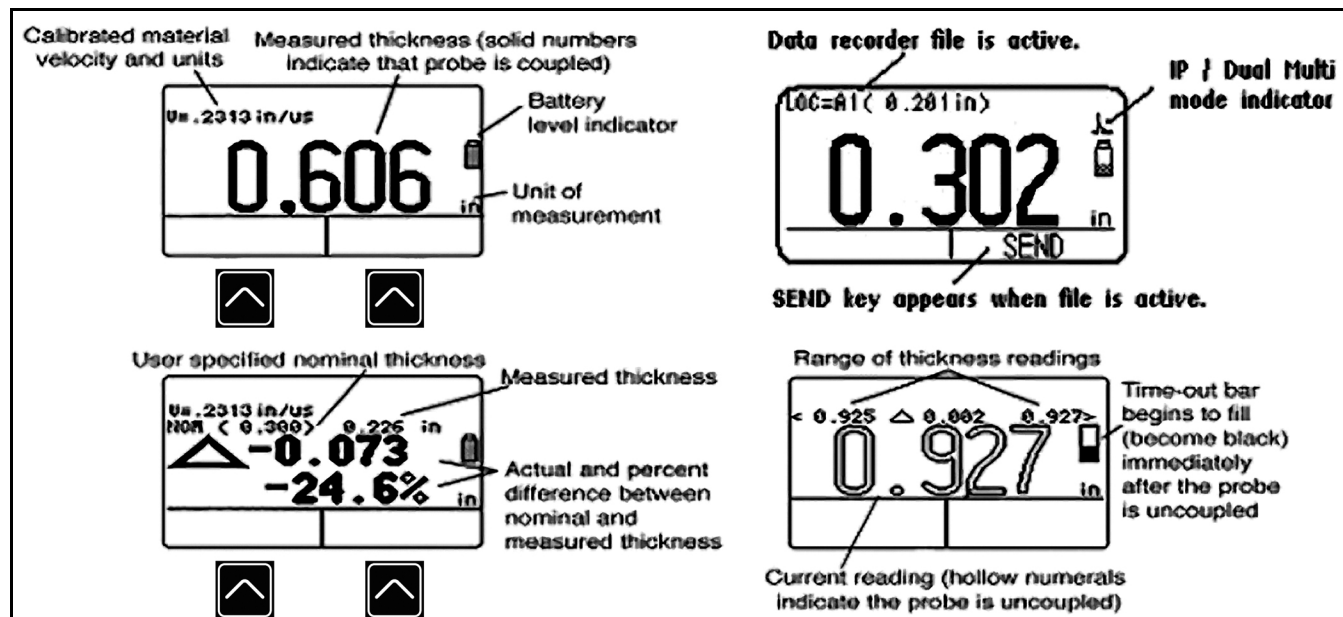

Figure 3 : Mode d'affichage des valeurs mesurées
- **Mode d'affichage des valeurs mesurées** – indique l'épaisseur mesurée, contient les icônes d'état, affiche l'emplacement et le nom du fichier enregistré (lorsque l'option Data Recorder est installée et activée). La *Figure 3 à la page 10* affiche quatre écrans d'affichage représentatifs. L'apparence de l'affichage varie selon les options installées de l'appareil et selon les paramètres d'affichage de l'instrument. Des modes d'affichage de mesure supplémentaires sont disponibles lorsque les options Dual Multi ou Data Recorder sont installées.